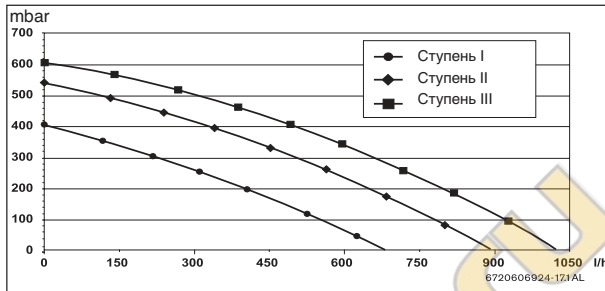

Рис. 7. Характеристика работы насоса
- ▶ следует обеспечить достаточное пространство для выполнения работ по монтажу и техническому обслуживанию – необходимо учесть допустимые расстояния, указанные на рис. 7.